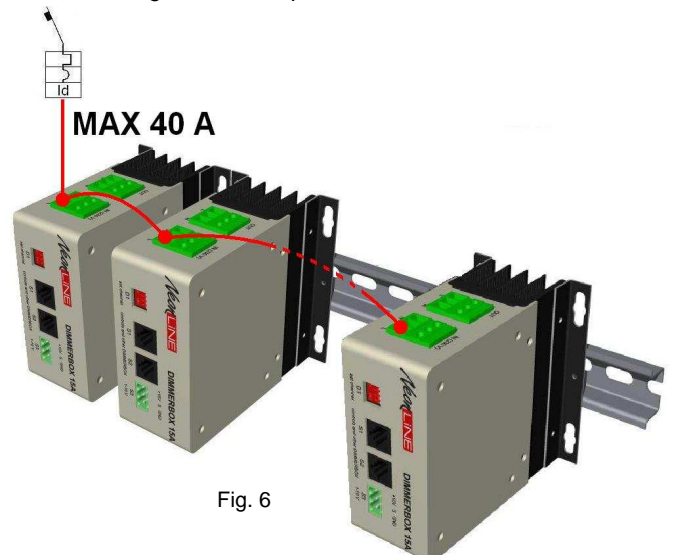

Fig. 6
b) Alimentation monophasé de puissance supérieur à 15 A (Figures 6 et 7)
Il est possible de connecter plusieurs Dimmerbox au même point d'alimentation (fig. 6), avec un maximum de 40 A par point d'alimentation.
e) Alimentation triphasé (figures 6 et 8)